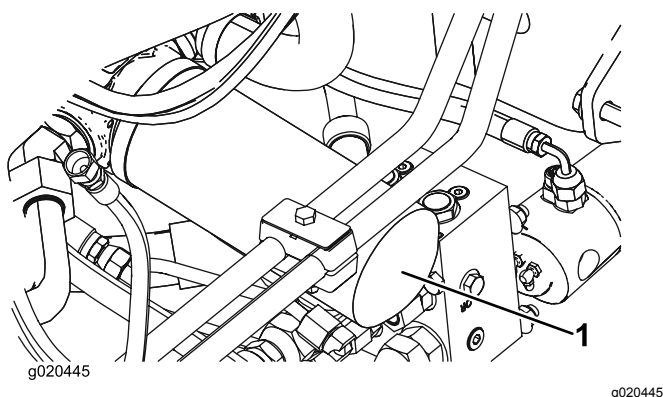

Bild 100
2. Reinigen Sie die Kontaktfläche um den Filter. Stellen Sie eine Auffangwanne unter den Filter und entfernen den Filter (Bild 100).